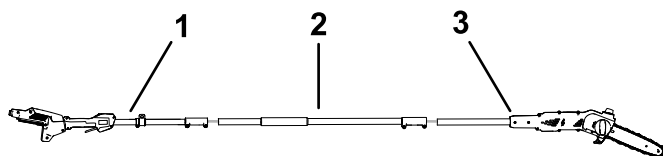

Figura 4
4. Repita este procedimiento para conectar la sección de la sierra a la sección central (Figura 4).